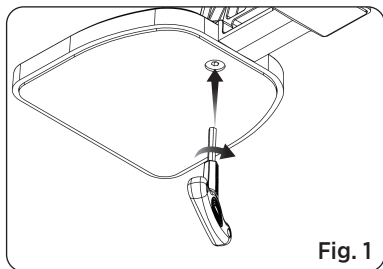

Fig. 1
1. Lijn de anti-val-bevestigingsschroeven uit met het montagegat en gebruik de sleutel om de slijpvoet stevig vast te zetten aan het hoofdsteunrek. (Zie Fig. 1)